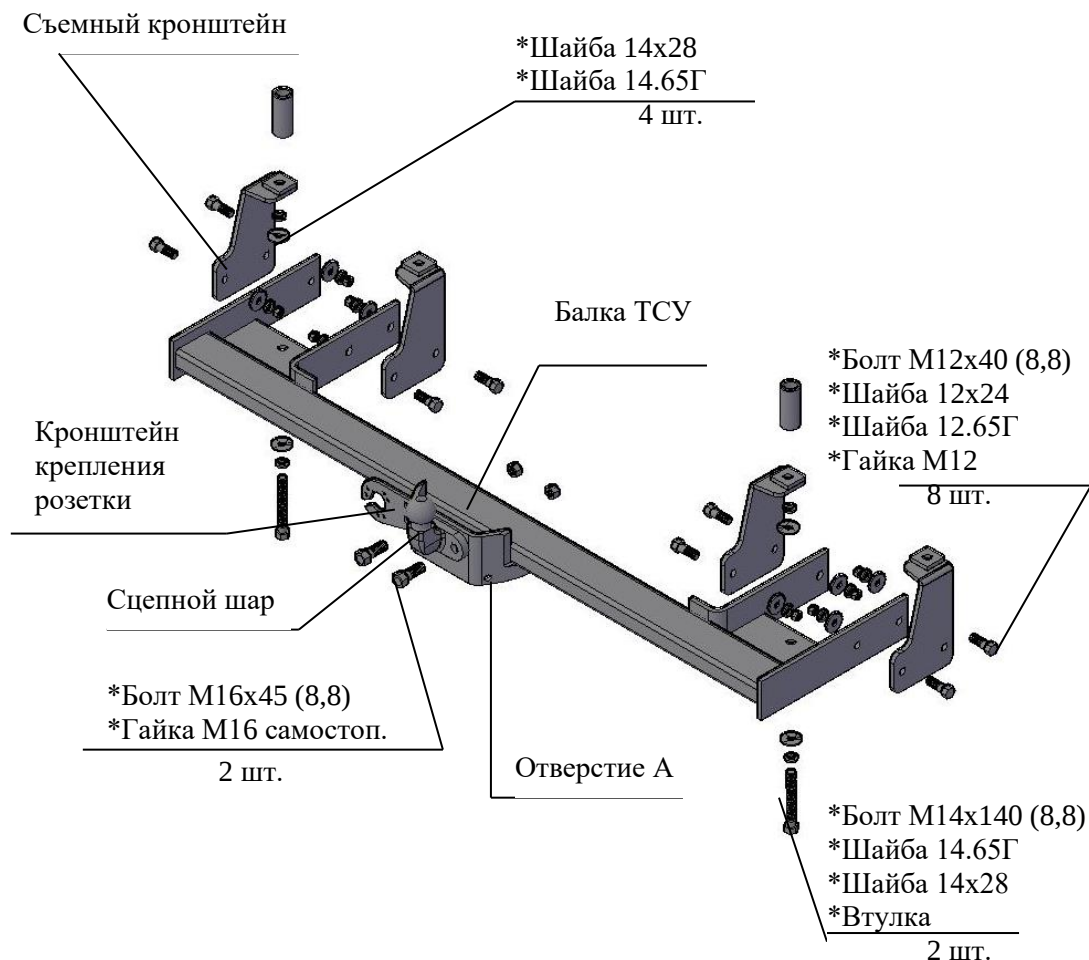

Рис.1 Тягово-сцепное устройство ТСУ 9610
2.1 ТСУ 9610 в сборе (рис.1)	1 шт.
2.2 Пакет с комплектующими (см. рис.1)	1 шт.